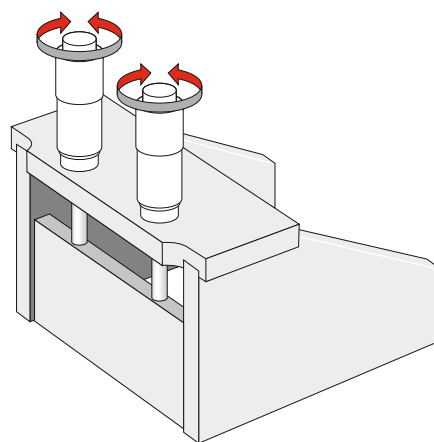

Figure 3
- 2 Réglez l'ouverture de lame souhaitée à l'aide des micromètres (Figure 3).